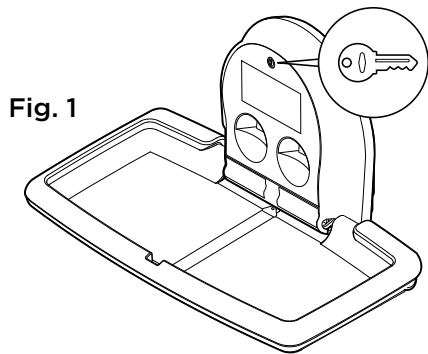

Fig. 1
- Utilizando la llave universal Bobrick (suministrada), libere y abra la tapa del dispensador de protectores. **Fig. 1**